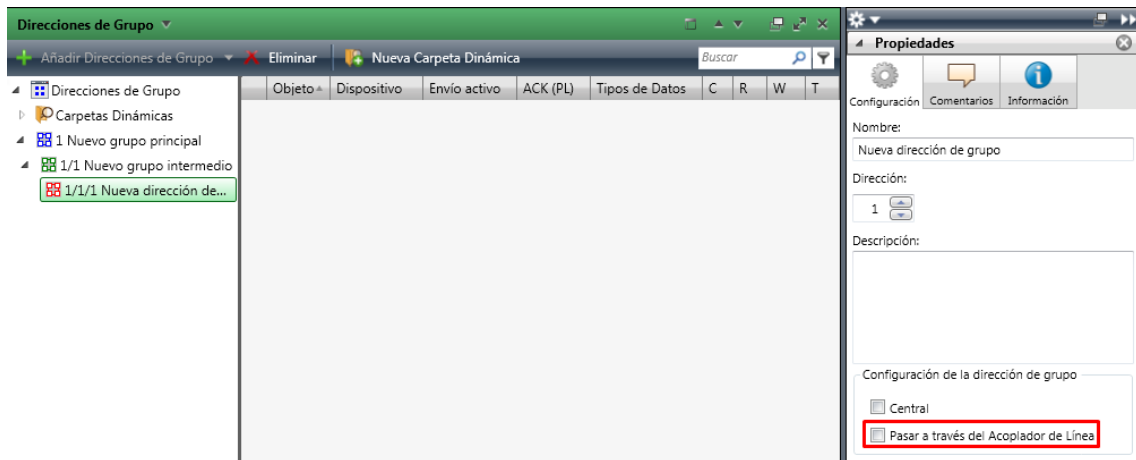

Figura 6 Opción de ETS para forzar el paso de direcciones de grupo.
**Ejemplo:** *si se parametriza el acoplador de líneas para filtrar las direcciones de grupo en ambos sentidos, cuando reciba un telegrama desde la línea principal destinado a una dirección de grupo (por ejemplo, 2/5/13), comprobará que existe algún dispositivo en la línea secundaria con objetos que tengan asignada esa dirección de grupo (o que al menos se haya forzado desde ETS que esa dirección atraviese el acoplador de línea; ver Figura 6). En ese caso, el acoplador lo dejará pasar. En caso contrario, el telegrama no se enviará a la línea secundaria. El mismo razonamiento es válido para el caso inverso (telegramas originados en la línea secundaria).*